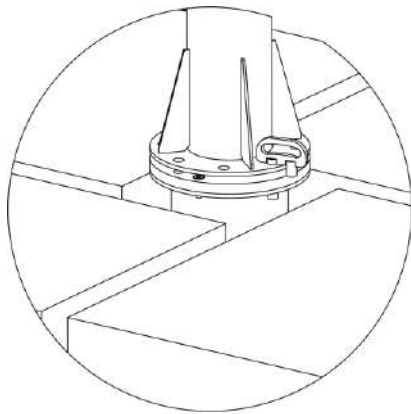

Рисунок 4.
1) Для жесткой фиксации системы в нерабочем положении его необходимо вставить в отверстия длинной стороной сквозь оба фланца (стойки и основания) (рис. 4).